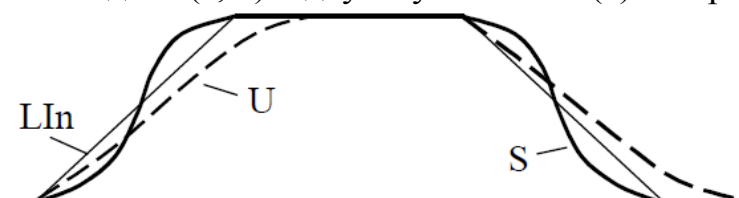

Рис. 4.2 Формы тахограмм
- [Тип кривой] [rPt] (выбор типа тахограммы, рис. 4.2):